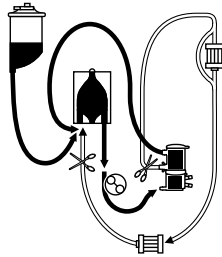

Figura 8.
- Después de colocar el tubo en un canal de la bomba debidamente ocluido, quite el clamp de la salida de recirculación (Figura 8) para permitir la recirculación entre el oxigenador y el reservorio venoso.